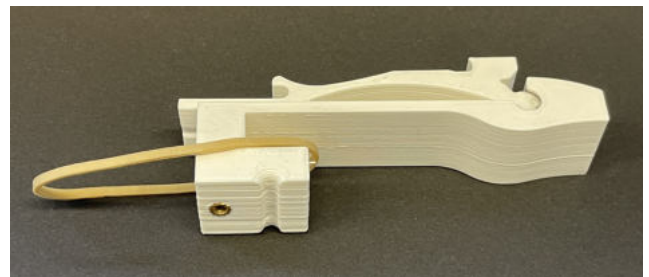

Abb. 17: Das erste Gummiband wird in den Rumpf eingelegt.
- (1) Lege das erste Gummiband in die Öse ein (Abbildung 17).